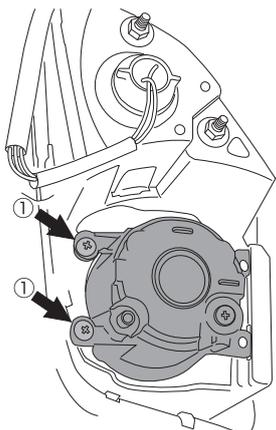

図3
3. 車両側電源コネクタを外し、①スクリューを外し純正フォグを外してください。(図3)